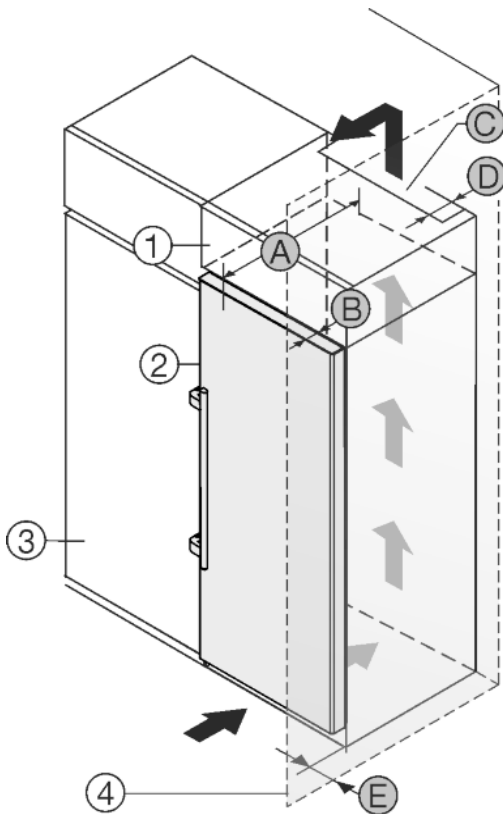

Fig. 23
Das Gerät kann mit Küchenschränken umbaut werden. Um das Gerät *Fig. 23 (2)* der Küchenzeilenhöhe anzugleichen, kann über dem Gerät ein Aufsatzschrank *Fig. 23 (1)* angebracht werden.
Das Gerät kann direkt neben dem Küchenschrank *Fig. 23 (3)* aufgestellt werden. Um die Tür vollständig öffnen zu können, muss das Gerät um die Tiefe *Fig. 23 (B)* gegenüber der Küchenschrankfront vorstehen. Abhängig von der Tiefe der Küchenschränke und Verwendung von Wandabstandshaltern kann das Gerät weiter herausragen.
- An der Rückseite des Aufsatzschrankes muss ein Abluftschacht mit der Tiefe *Fig. 23 (D)* über die gesamte Aufsatzschrankbreite vorhanden sein.
- Unter der Raumdecke muss der Entlüftungsquerschnitt *Fig. 23 (C)* eingehalten werden.
Wenn das Gerät mit den Scharnieren neben einer Wand *Fig. 23 (4)* aufgestellt wird, muss der Abstand *Fig. 23 (E)* zwischen Gerät und Wand eingehalten werden. Dies entspricht dem Griffüberstand bei geöffneter Tür.